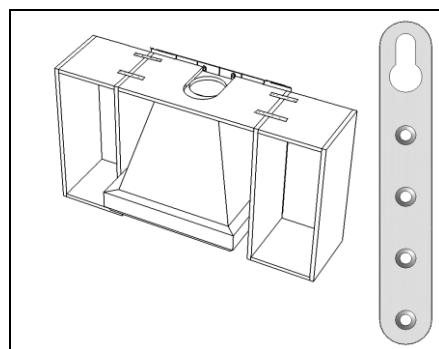

Рис. 14
6. Установить над коробом горизонтальный щит из ДСП (если он предусмотрен проектом). Лицевую часть его может закрывать декоративная накладка из массива. Перед монтажом в щите необходимо сделать вырез для пропуска гофротрубы. Панель крепить между навесными шкафами с помощью нерегулируемых подвесов шурупами 4x16 (Рис. 14).